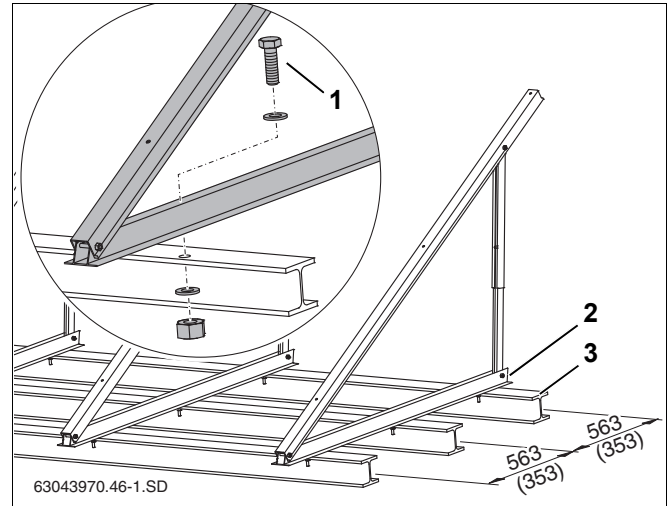

Рис. 26 Подставки на двутаврах, размеры в мм (значения в скобках = горизонтальное исполнение)
На плоской крыше можно выполнить анкерное крепление подставок. Здесь приведен пример крепления к двутаврам (рис. 26, поз. 3).
- ▶ Разметить расстояние между отверстиями на нижнем профиле (рис. 26, поз. 2) на двутавре и просверлить отверстия.
- ▶ Вставьте болты (см таб. 8 и рис. 26, поз. 1) в профиль и двутавр и затяните с гайками и шайбами.